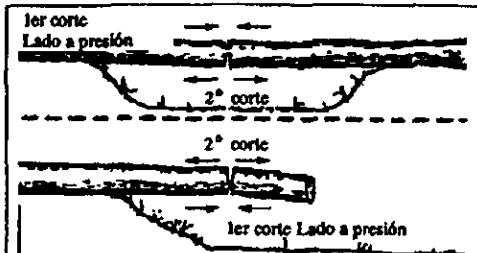

Figura 22
- Preste especial atención a los troncos que están bajo presión para evitar que se atrace la sierra. Efície el primer corte en el lado a presión para relevar el esfuerzo en el tronco. Figura 22.